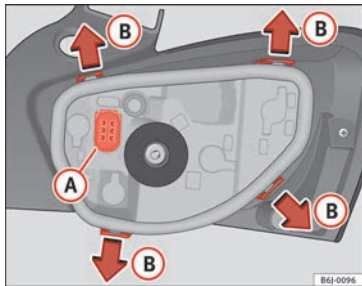

Fig. 106 Cambio de lámparas de las luces posteriores.
- Retire el portalámparas separándolo de la carcasa. Presione para ello las pestañas **B** en el sentido de las flechas »» fig. 106.